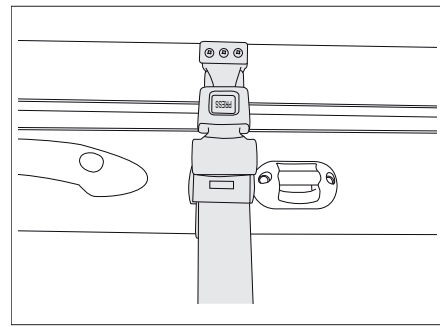

Bild 129 Sicherungsgurt Hubbett manuell
- Das Hubbett mit dem Sicherungsgurt am Dach sichern (Bild 129).